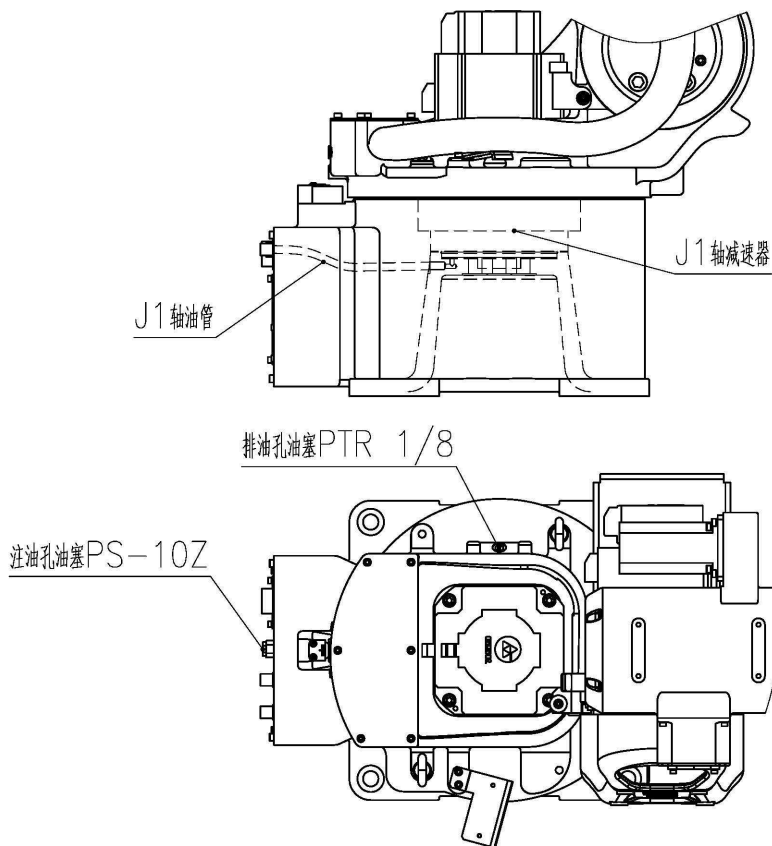

图 18 J1 轴减速机局部结构
(1) 油脂补充步骤（参考图 18）
- ③ 安装排油孔堵塞前，低速运转 J1 轴几分钟，使多余的油脂从排油孔排出；
④ 用布擦净从排油孔排出的多余的油脂，在排油孔安装堵塞。油塞的螺纹处要缠生胶带并用扳手拧紧。
(2) 油脂更换步骤（参考图 18）